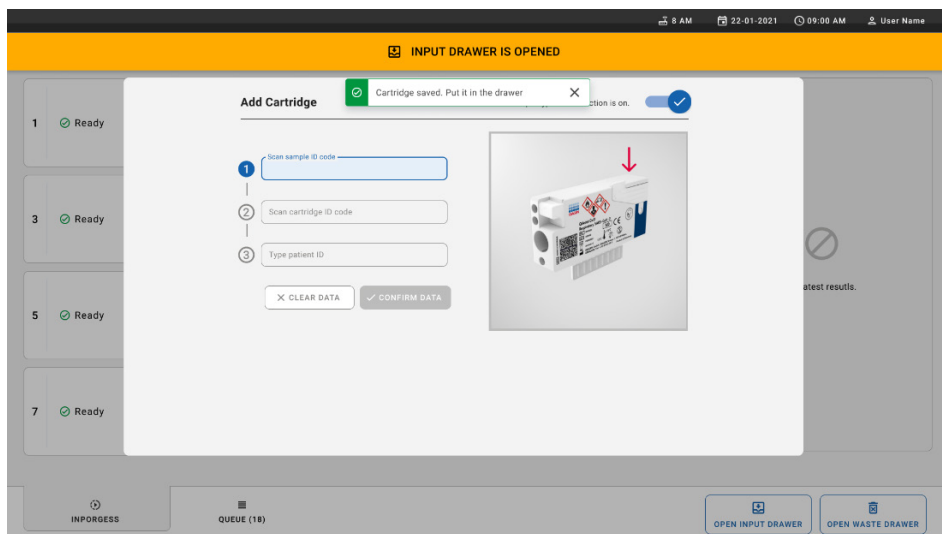

图 28. Add Cartridge (添加试剂盒) 屏幕。
12. 将试剂盒放入进样抽屉。确保试剂盒正确插入托盘（图 28）。